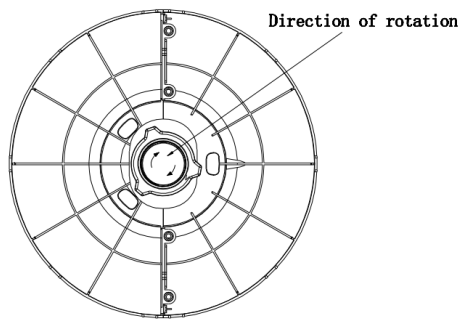

Rys. 1
1. Zainstaluj lewą i prawą podstawę jako całość (rys. 1). Następnie należy skoordynować położenie dolnej części wentylatora i podstawy.